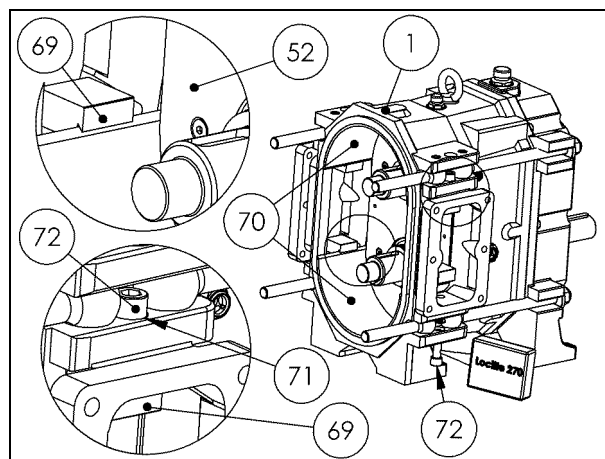

Fig. 16-21. Montaggio piastre radiali
1. Infilare le 2 piastre radiali (P. 70 Fig. 16-21) nel corpo pompa (P. 1 Fig. 16-21), avendo cura che entrino nello spazio fra la piastra frontale corpo pompa (P. 52 Fig. 16-21) e il corpo pompa (P. 1 Fig. 16-21);
2. Inserire i 4 fermo piastra (P. 69 Fig. 16-21) incastrando le piastre come in Fig. 16-21;
3. Avvitare le 4 viti TCEI (P.72 Fig. 16-21) con sotto le rondelle in rame P. 71 usando **Loctite frenafiletto 270 o similare. ATT: Serrare in modo alternato ed uniforme le viti P. 72 usando la coppia della tabella sotto.**
1. Inserire le linguette (P. 27) negli alberi, usando un martello di gomma (Fig. 16-21);